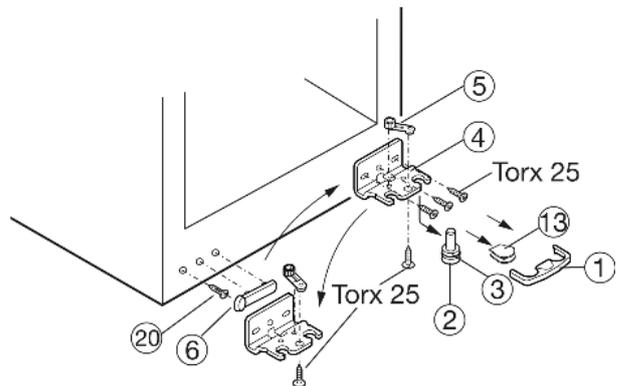

Fig. 4
- Staccare la protezione Fig. 4 (1) tirando in avanti.
- Staccare la copertura Fig. 4 (13)\*.
- Estrarre il perno di supporto Fig. 4 (2) tirando verso il basso e in avanti. Fare attenzione alla boccola cerniera Fig. 4 (3).
- Svitare il blocco di supporto Fig. 4 (4).
- Svitare l'elemento di supporto Fig. 4 (5) e spostarlo nel foro di alloggiamento opposto, serrarlo nuovamente.
- Staccare i tappi (6) lato maniglia facendo attenzione e inserirli di nuovo sul lato opposto.
- Svitare lavite Fig. 4 (20) e inserirla di nuovo sul lato opposto.
- ▶ Avvitare di nuovo saldamente il blocco di supporto *Fig. 4 (4)* sul nuovo lato cerniere (**a 4 Nm**) eventualmente servendosi di un avvitatore a batteria.
- ▶ Ribaltare di nuovo l'apparecchio leggermente all'indietro e inserire di nuovo il perno di supporto *Fig. 4 (2)* con la boccia cerniera *Fig. 4 (3)*. La tacca sul perno di supporto deve essere rivolta in avanti.
- ▶ Montare la copertura *Fig. 4 (13)* sul lato opposto.\*
- ▶ La protezione (1) deve innestarsi lateralmente sul blocco di supporto, per assicurare il perno di supporto e la porta.
- ▶ Innestare nuovamente la protezione (1) sul blocco di supporto.
- ▶ Se necessario, allineare la porta sopra le due asole nel blocco di supporto *Fig. 4 (4)* a filo con l'involucro dell'apparecchio. Svitare la vite centrale.